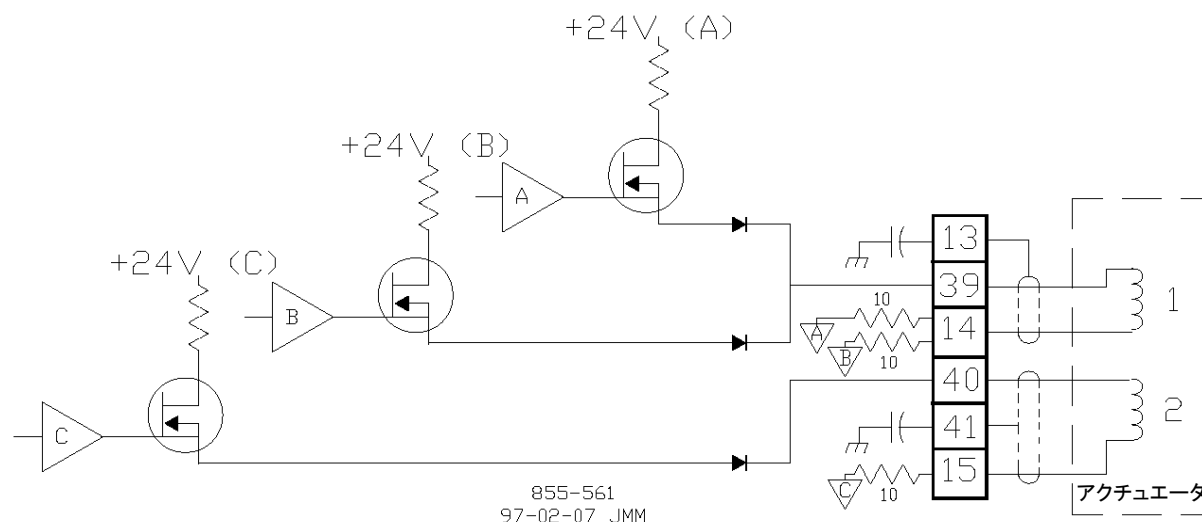

図 4-12. デュアルコイルアクチュエータ配線図の例
- FTM端末割当てのアクチュエータ出力については、表4-2、図4-12、4-12a、4-12b、付録Aを参照してください。
2. 回路の電圧レベルに対応する後述のグラフ(図4-12、4-13、4-14)を使用して、負荷をまたいで発生する電圧(漏れ電流に起因)が負荷のドロップアウト電圧レベルよりも低いかどうかを判断します。